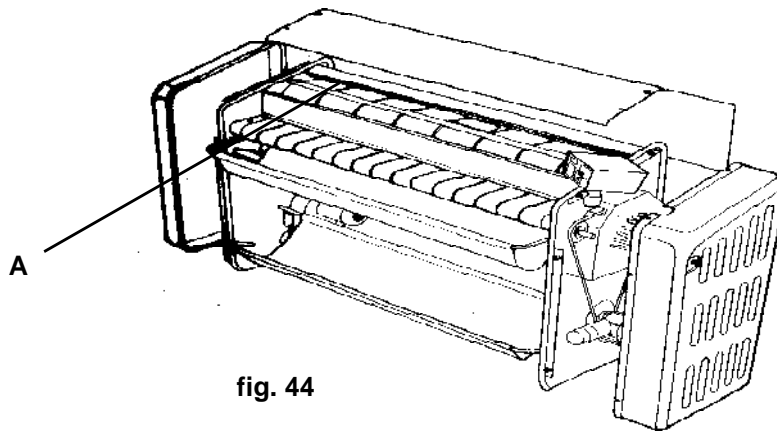

fig. 44
- Remove particles captured in the holes (fig. 44/A).
- Eliminar las partículas adheridas a los orificios (fig. 44/A).
- Eliminer les particules retenues dans les orifices (fig. 44/A).